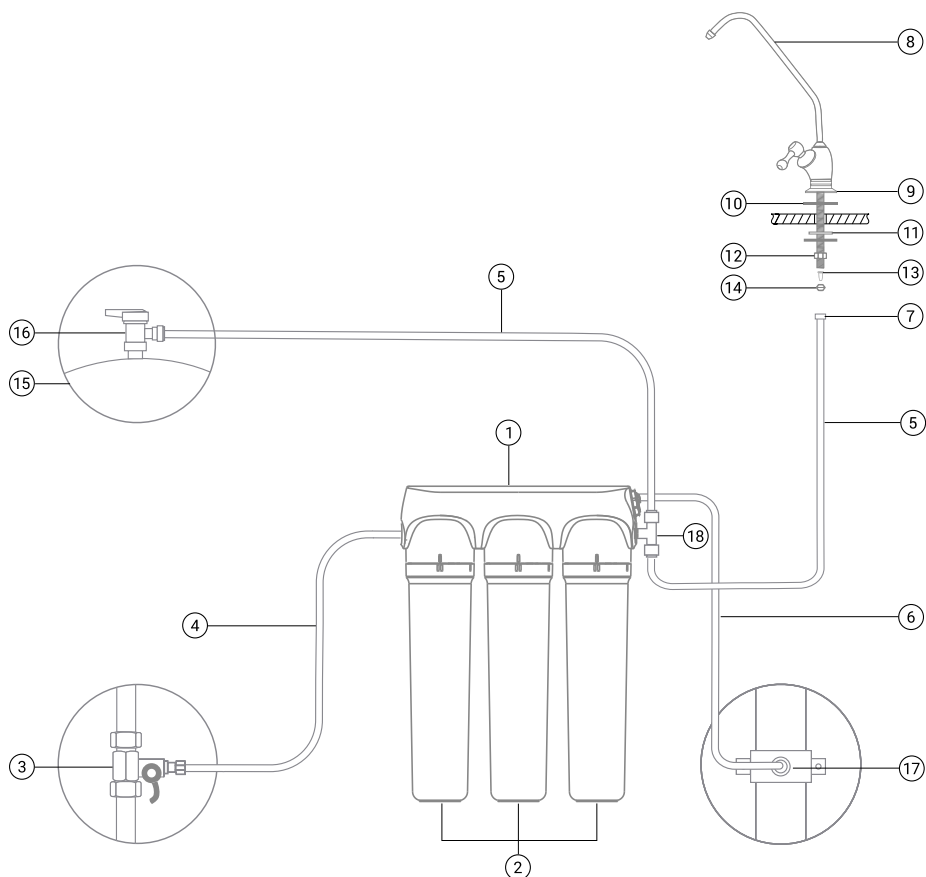
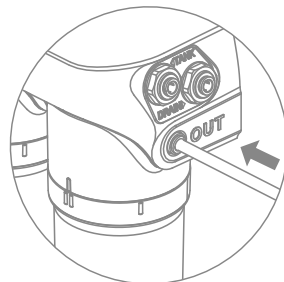
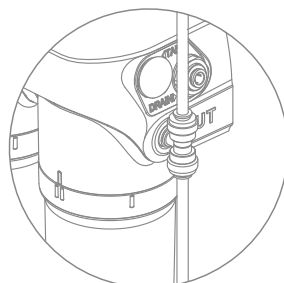

Рис. 12. Схема подключения Престиж Смарт Антибор.
Рис. 18
Рис. 19
- вставьте до упора свободный конец синей трубки в гнездо «OUT» на скобе фильтра (рис. 18). В фильтре Престиж Смарт Антибор свободный конец синей трубки подключается в фитинг-тройник 1/4" (рис. 19).
Вставьте до упора свободный конец трубки синего цвета в скобу фильтра с надписью «TANK». В фильтре Престиж Смарт Антибор свободный конец синей трубки подключается в фитинг-тройник 1/4" (рис. 12) / (рис. 19).